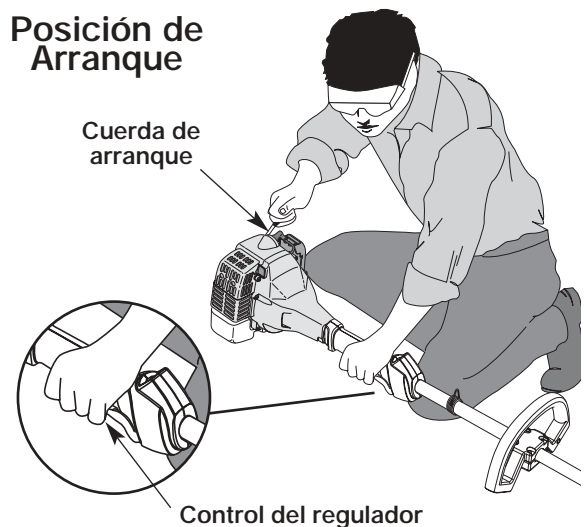

Fig. 5
ADVERTENCIA: Evite los arranques accidentales. Colóquese en posición de inicio cuando tire de la cuerda de arranque (Fig. 5). El operador y la unidad deben estar en una posición estable al arrancar la unidad para evitar graves lesiones personales.
5. Soporte en la posición de arranque (Fig. 5) y apriete el control de aceleración. Tire bruscamente del cordón de arranque hasta 4 veces.